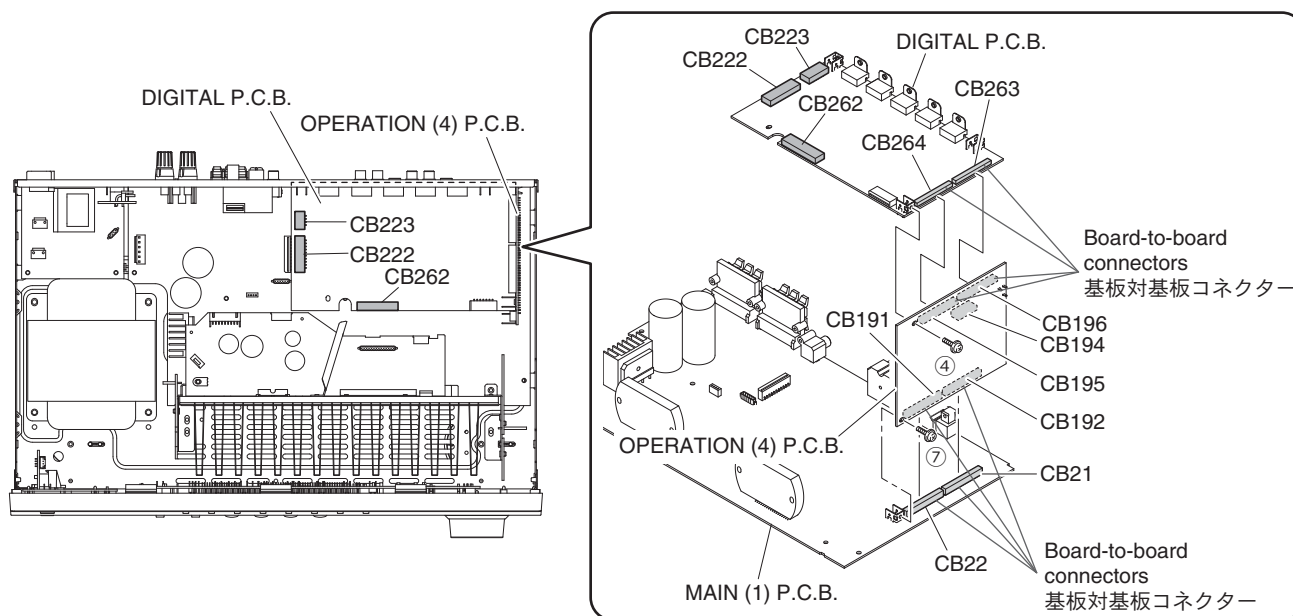

Fig. 2
- a. Remove CB222 and CB223 (Fig. 2)
- b. Unlock and remove CB262. (Fig. 2)
- c. Remove screw (④). (Fig. 2)
- e. Remove the DIGITAL P.C.B. which is connected directly to the OPERATION (4) P.C.B. with board-to-board connectors. (Fig. 2)
- a. CB222、CB223 を外します。(Fig. 2)
- b. ロックを外し、CB262 を外します。(Fig. 2)
- c. ④のネジ 1 本を外します。(Fig. 2)
- e. DIGITAL P.C.B. を外します。ただし、DIGITAL P.C.B. は OPERATION (4) P.C.B. に基板対基板コネクタで直接接続されています。(Fig. 2)
**4. Removal of OPERATION (4) P.C.B.**
- a. Remove CB194. (Fig. 2)
- b. Remove screw (⑦). (Fig. 2)
- d. Remove the OPERATION (4) P.C.B. which is connected directly to the MAIN (1) P.C.B. with board-to-board connectors. (Fig. 2)
**4. OPERATION (4) P.C.B. の外し方**
- a. CB194 を外します。(Fig. 2)
- b. ⑦のネジ 1 本を外します。(Fig. 2)
- d. OPERATION (4) P.C.B. を外します。ただし、OPERATION (4) P.C.B. は MAIN (1) P.C.B. に基板対基板コネクタで直接接続されています。(Fig. 2)